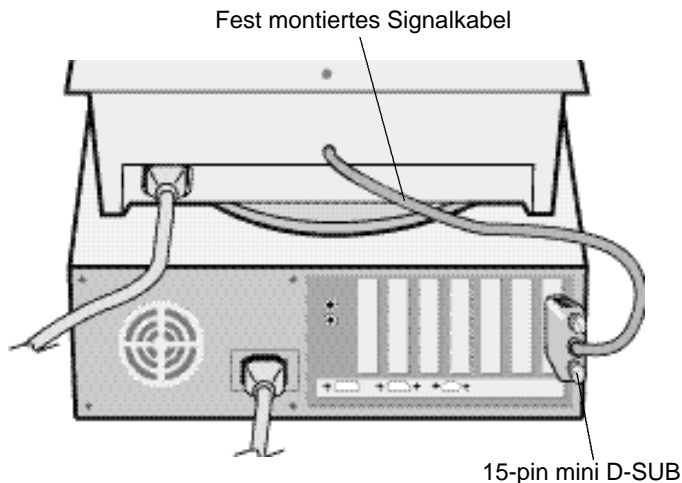

Abbildung A.1
- 3 **Für den PC:** Verbinden Sie den 15-pin mini D-SUB Stecker des fest montierten Signalkabels mit der entsprechenden Buchse der Grafikkarte Ihres Rechners (Abbildung A.1). Ziehen Sie alle Schrauben fest.